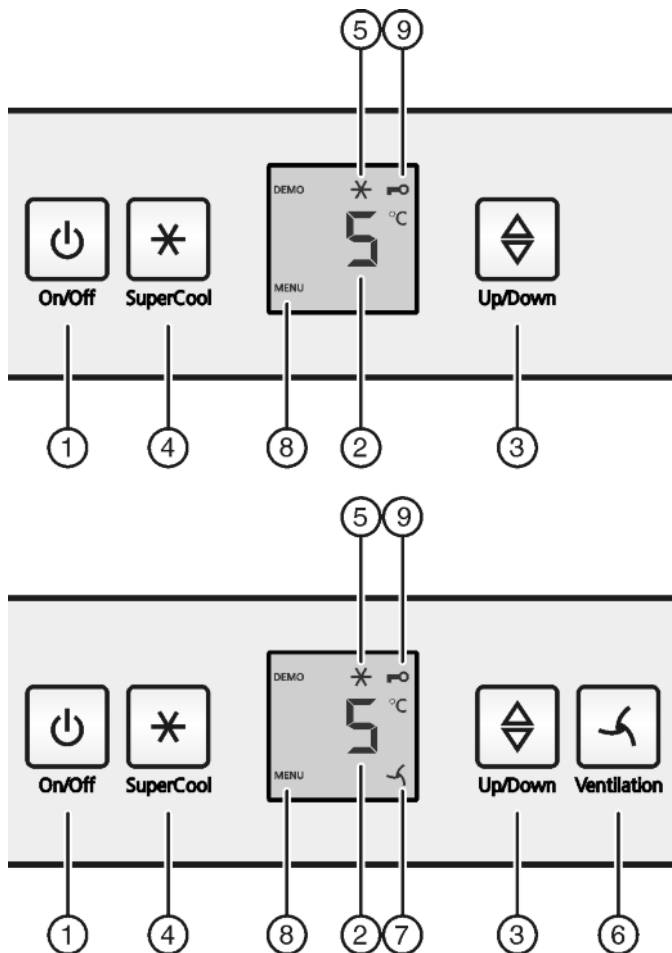

Fig. 2
- ▶ Нажать кнопку On/Off Fig. 2 (1).
- ▶ Нажмите кнопку «SuperCool» Fig. 2 (4) и удерживайте ее прим. 5 секунд.
- ▷ На индикаторе будет отображаться символ «Меню» Fig. 2 (8).
- ▶ Для подтверждения нажать и отпустить кнопку «SuperCool» Fig. 2 (4).
- ▷ На индикаторе горит символ «Защита от детей» Fig. 2 (9).
- ▶ Нажать и отпустить кнопку «On/Off» Fig. 2 (1).
- ▶ Активация модуля регулировки температуры: нажмите кнопку настройки Fig. 2 (3).
- ▶ Температуру меняйте ступенями по 1 °C: нажимайте кнопку настройки Fig. 2 (3) до тех пор, пока на индикаторе температуры не будет высвечена требуемая температура.
- ▶ Коротко нажмите кнопку SuperCool Fig. 2 (4).
- ▷ На индикации горит символ SuperCool Fig. 2 (5).
- ▷ Символ SuperCool Fig. 2 (5) на индикации гаснет.
- ▶ Коротко нажмите кнопку "Вентиляция" Fig. 2 (6).
- ▷ Символ Вентиляция Fig. 2 (7) горит.